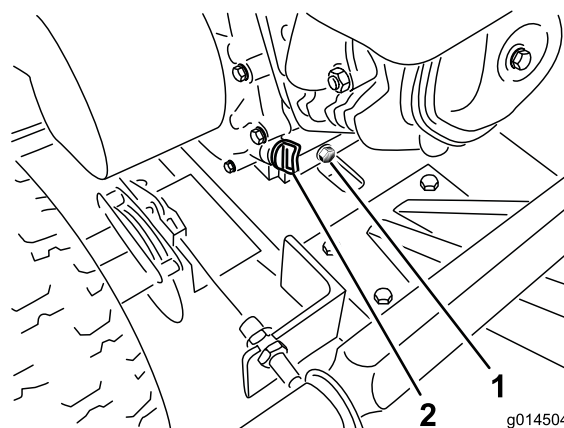

Figure 15
5. Retirez le bouchon de vidange et vidangez l'huile par la fente du châssis (Figure 15).
- Enlevez le bouchon de remplissage et versez lentement environ 80% de la quantité d'huile spécifiée dans le moteur (Figure 15).